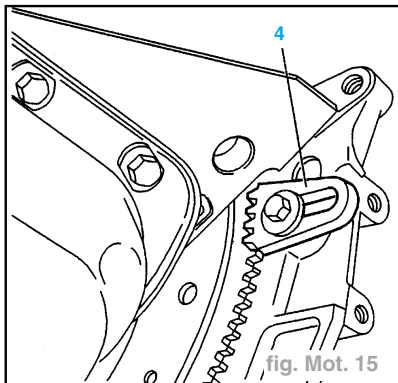

fig. Mot. 15
- Bloquer le volant moteur à l'aide de l'arrêteur (4), 6012-T (fig. Mot. 15).
- Desserrer la vis (14) pour libérer le galet tendeur.
- Déposer l'outil (4) (fig. Mot. 15).
- l'outil (4) (fig. Mot. 15).